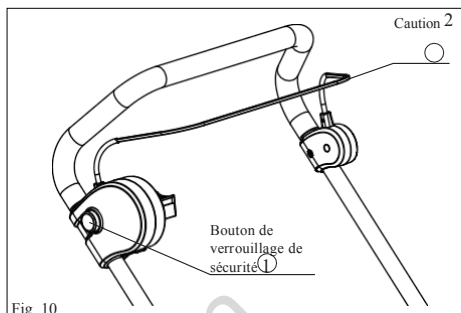

Fig. 10
**REMARQUE : Se reporter aux figures 10.**
- Appuyer sur le bouton de verrouillage de sécurité (1) et le maintenir enfoncé. (Voir la Fig. 10)
- Tirez la caution (2) vers le haut jusqu'à la poignée pour démarrer la tondeuse et relâchez le bouton de verrouillage de sécurité avec les pieds bien éloignés des lames.
**REMARQUE :** Se référer aux Fig. 10, Fig. 11 & Fig. 12.
4. Coincer un bloc de bois entre la lame et le plateau de coupe pour éviter que la lame ne tourne (voir Fig.10).